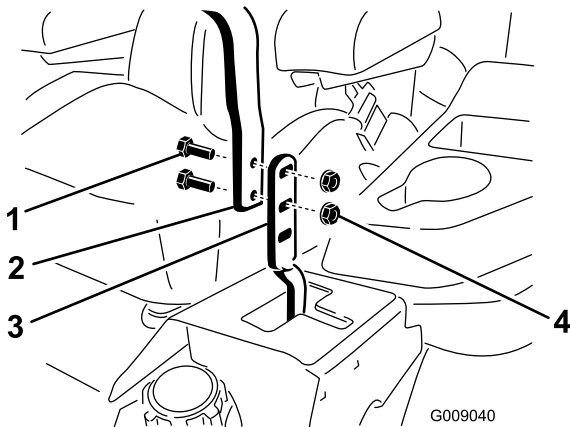

Bild 84
3. Lösen Sie die Schrauben und die Bundmuttern, die in den Hebeln installiert sind (Bild 84).